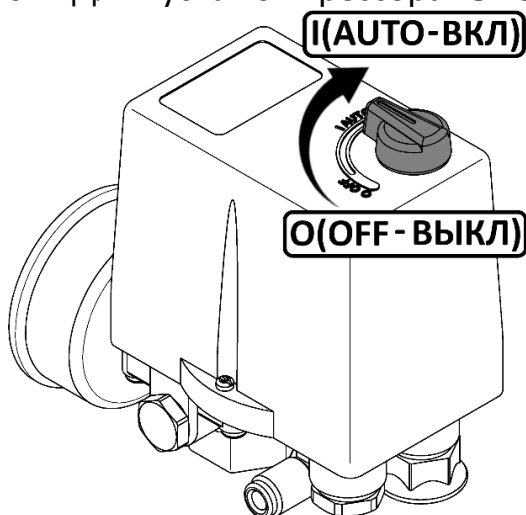
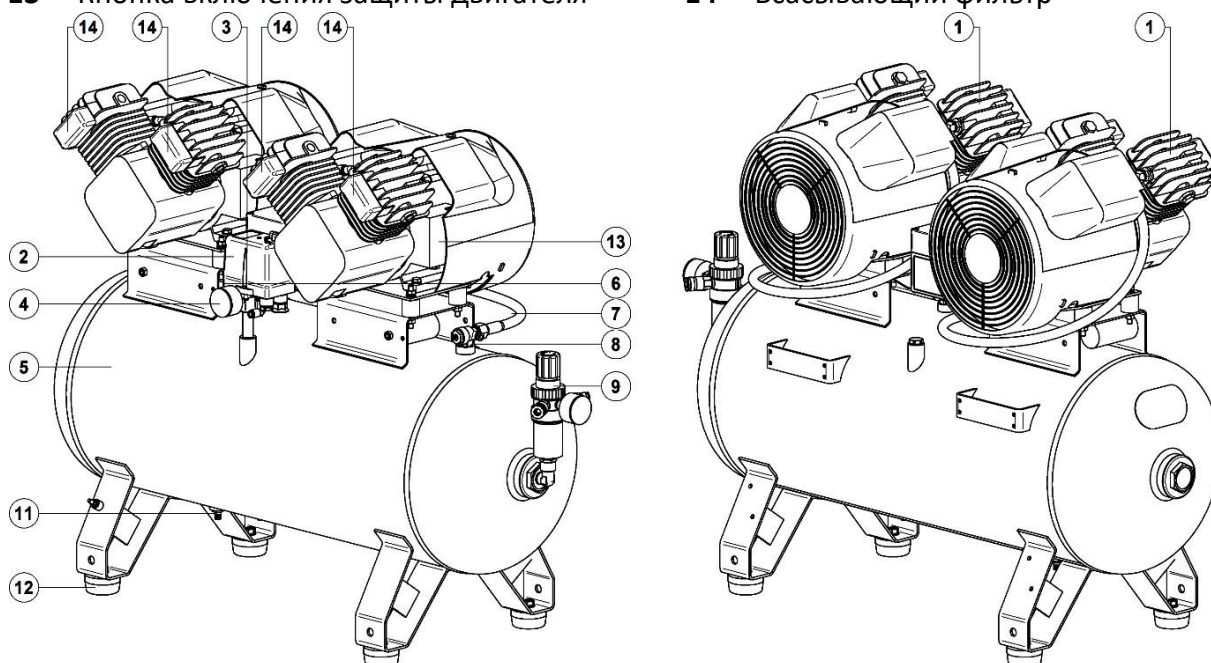

Рисунок 2
Рисунок 3 - Общий вид компрессора SB4-100.VS204T
- Проверьте, чтобы выключатель на реле давления находился в выключенном положении "O" (рисунок 2).
- Выключить компрессор выключателем **3** на реле давления (рис. 3, 4). Для этого необходимо переключить выключатель в положение "О" или "OFF", в зависимости от исполнения (рис. 2). После этого остановится электродвигатель и произойдет сброс давления из нагнетательного воздухопровода и поршневого блока.
- Переключите выключатель **3** на реле давления в положение "O" или "OFF", в зависимости от исполнения (рис. 2).
- Снимите крышку всасывающего фильтра **14**, вывернув винт (рис. 3, 4);